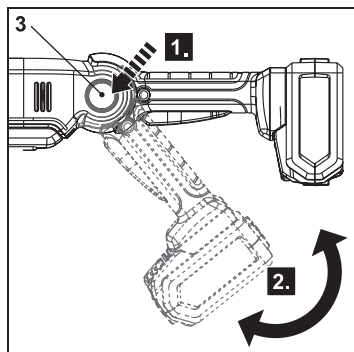

Fig. 10
1. Prima o botão de libertação (3) e mantenha-o nessa posição (Fig. 10, passo 1).
2. Ajuste a pega para a posição pretendida (passo 2) e, em seguida, solte o botão (3).